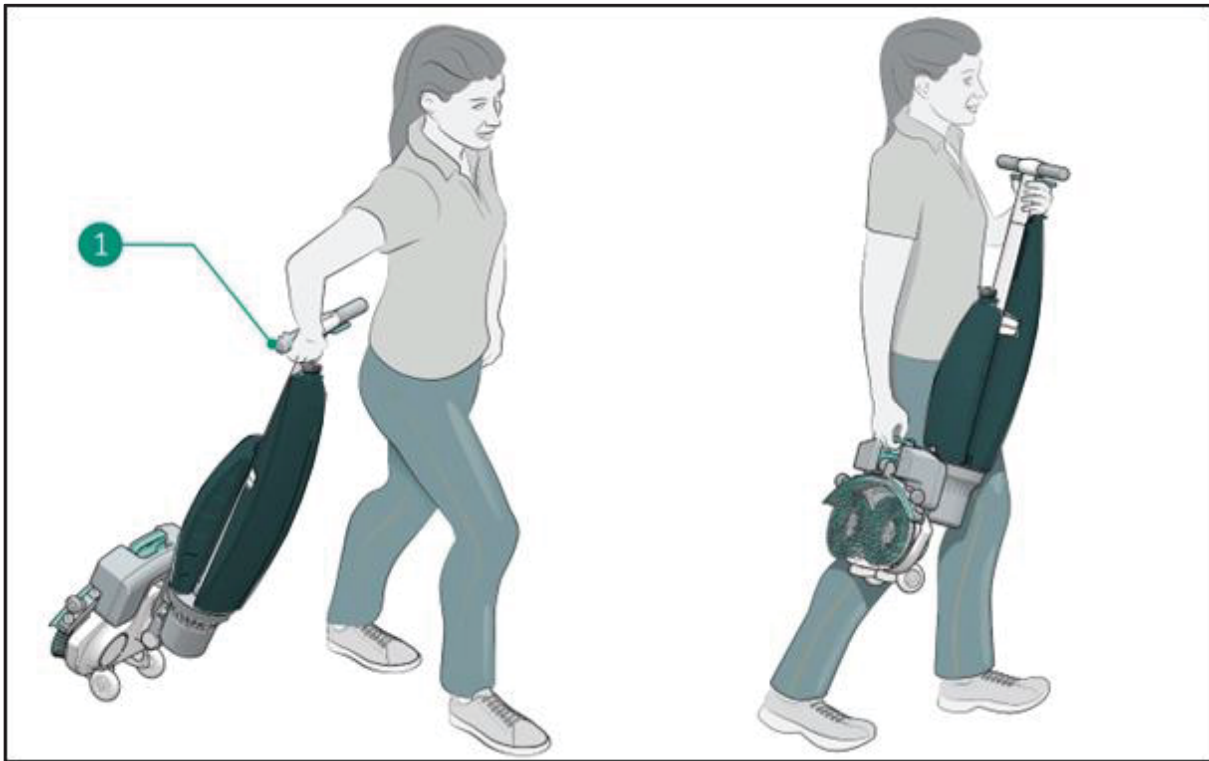

Figure 15
2. Tenez la poignée d'une main (Figure 15, pos 1).